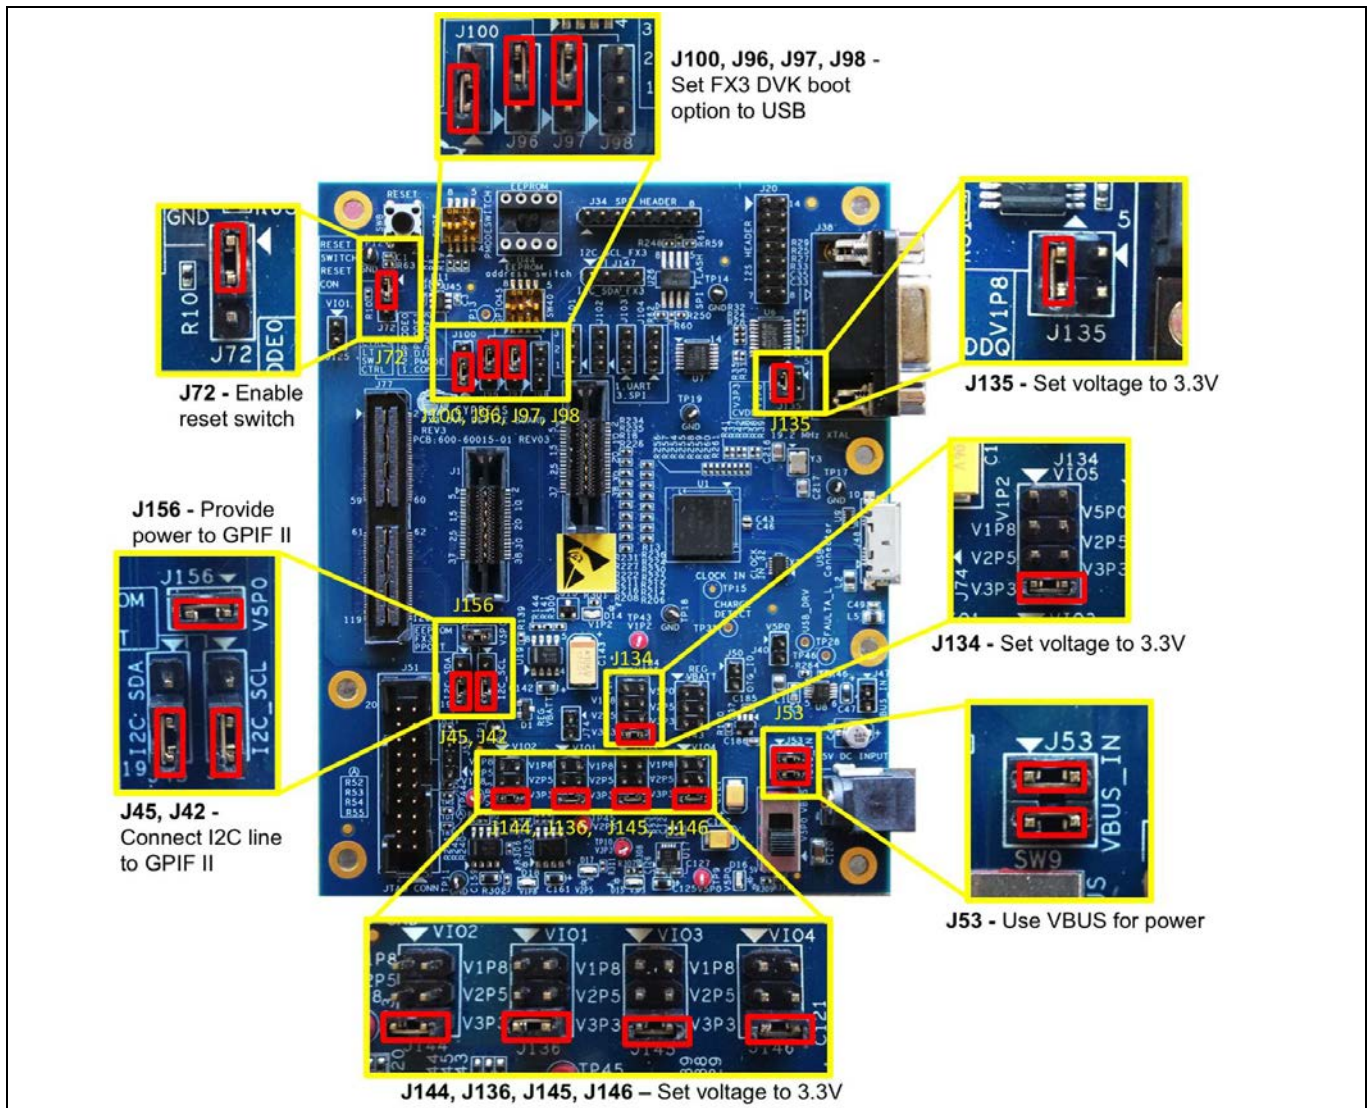

Figure 56 EZ-USB™ FX3 DVK ジャンパ
1. **Figure 56** に示すように、EZ-USB™ FX3 DVK 基板上的ジャンパを設定します。図で強調表示されていないジャンパをセットしないでください。